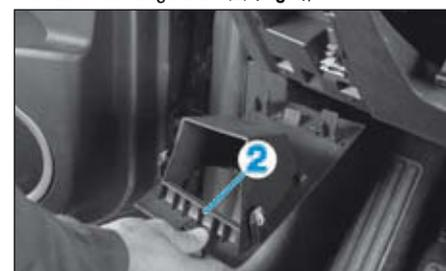

FIG.4
- le casier de rangement (2) (Fig.4),